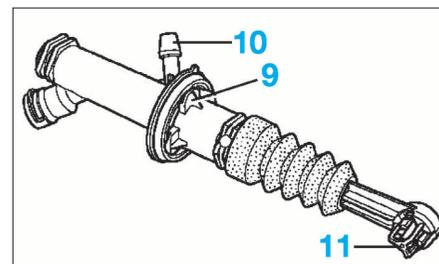

FIG. 9
L'émetteur possède un détrompeur (9), qui implique qu'une seule position de montage existe (Fig.9).